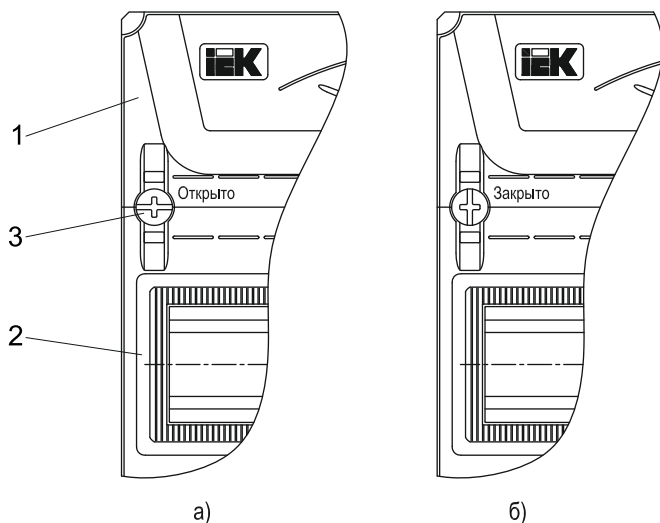

Рисунок 2 – Оперативная панель
4.4 Оперативная панель выполнена сборной, состоящей из торцевых (1) и линейных (2) модулей и крепёжных клипс (3) (рисунок 2). На линейных модулях имеются окна для выхода модульной электроаппаратуры, в нижнее окно установлена заглушка (только для корпусов с двумя и более окнами).
6.1 Открыть дверь корпуса и посредством отвёртки повернуть крепёжные клипсы на оперативной панели на угол 90° (штифт на головке клипсы должен встать параллельно Т-образной направляющей TH35-7,5 (ГОСТ IEC 90715), при этом панель отщёлкнется со стоек, и её можно снять (рисунок 2а). Торцевым гаечным ключом на 10 мм открутить гайки и демонтировать из оболочки монтажную раму.
6.5 Установить оперативную панель. Для этого повернуть крепёжные клипсы таким образом, чтобы шлиц на головке встал перпендикулярно Т-образной направляющей ТН35-7,5 (ГОСТ IEC 60715), и надавить на них, при этом панель защёлкнется в стойке (рисунок 2б). Не использованные под электроаппараты окна на оперативной панели закрыть заглушками.